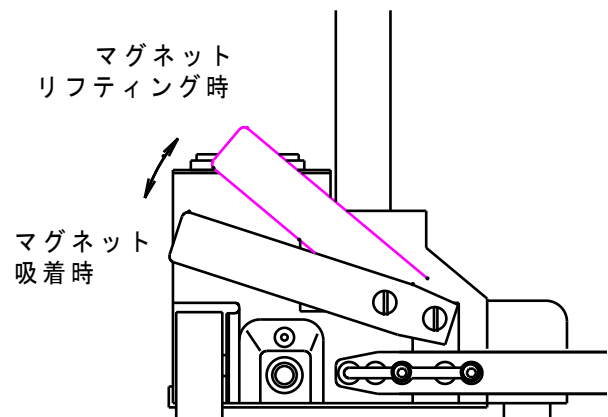

図 4 マグネットレバー
- (6) ガイドローラを立板に押し当て台車を溶接位置にセットします。
(7) マグネットが吸着するように、図4を参考にマグネットレバーを押し下げます。
(8) 前後、上下調整スライドユニットのハンドルを回し、トーチの位置合わせをします。
(9) 台車の走行方向を走行方向切替スイッチで選択し、走行速度調整ツマミで走行速度をセットします。
(10) スタート位置を決めます。